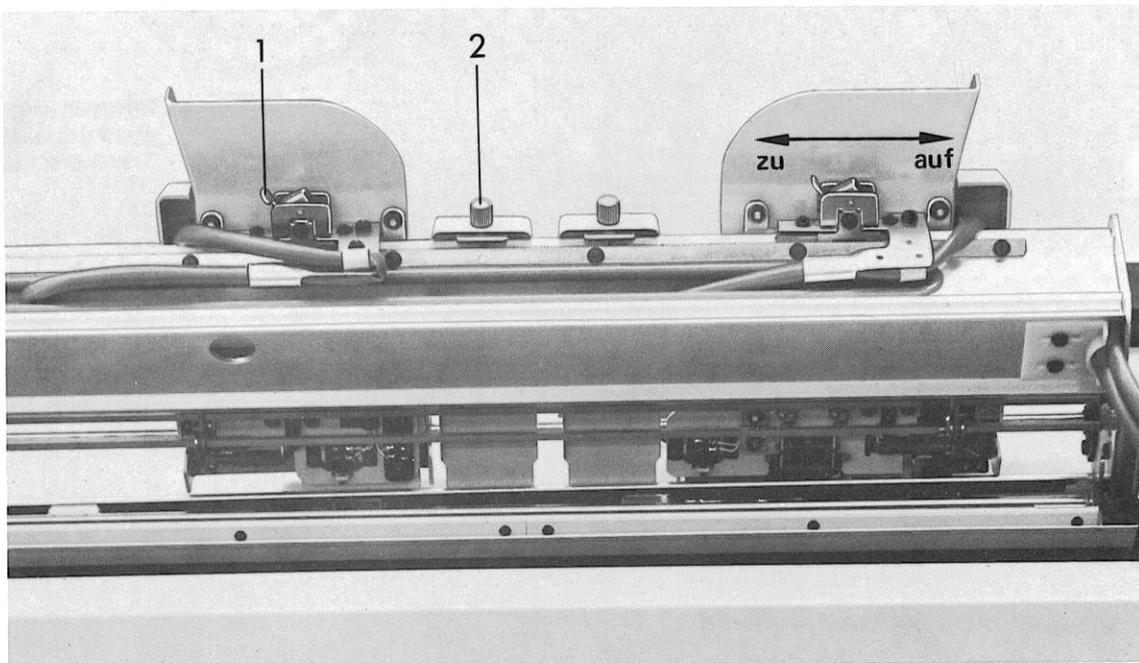

Abb. 18 Kartentaschen, von der Rückseite gesehen.
Zum Verschieben der Kartentaschen Verriegelungshebel (1) Abb. 18 lösen und nach der Einstellung wieder arretieren.
Die Papierableiter (2) Abb. 18, an denen die Kontokarte anliegt, sind auf eine gleichmäßige Unterteilung der Kontokartenbreite zu verschieben und zu fixieren, dementsprechend sind auch die Papierableiter (14) Abb. 15 zu verstellen.